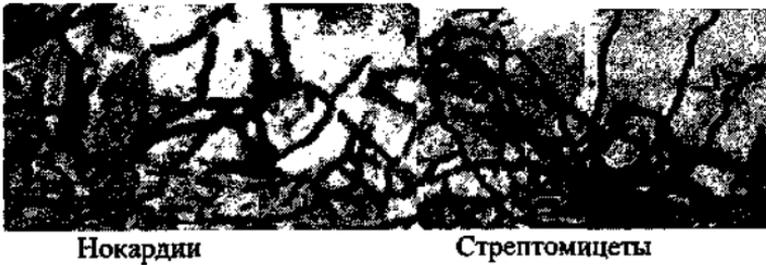

Рис. 9. Разветвленные формы бактерий
*Бактерии разветвленной формы.* Разветвленная форма характерна для коринеподобных, нокардиоподобных бактерий и настоящих актиномицетов (рис. 9).